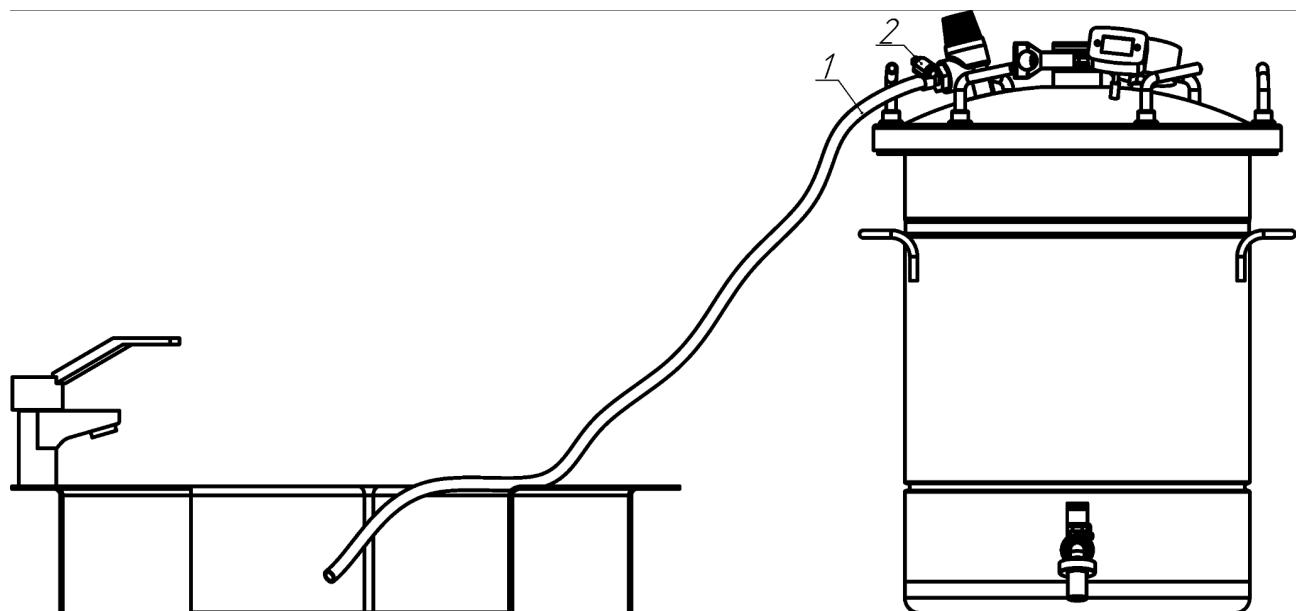

Рисунок 2 — Установка шланга для выхода избыточного давления (горячего пара) из автоклава
- установить в верхнюю часть бака силиконовую прокладку (6);
- накрыть автоклав крышкой (5) и плотно зафиксировать её с помощью винтов (16) (6 шт.);
- на штуцере «ёлочка» клапана сброса избыточного давления (11) с помощью хомута зафиксировать шланг;
- с помощью шланга соединить штуцер с термостойкой емкостью (кухонная раковина, иные металлические ёмкости, термостойкий пластик и т.п.) (Рисунок 2).